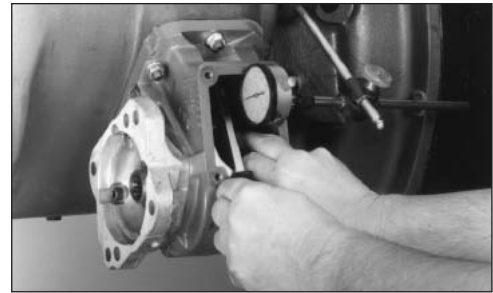

Abb. 10
2. Die Messuhr so anbringen, dass die Bewegung des Eingangszahnrads (angetriebenes Zahnrad) des Nebenantriebs registriert wird (**Abb. 10**).